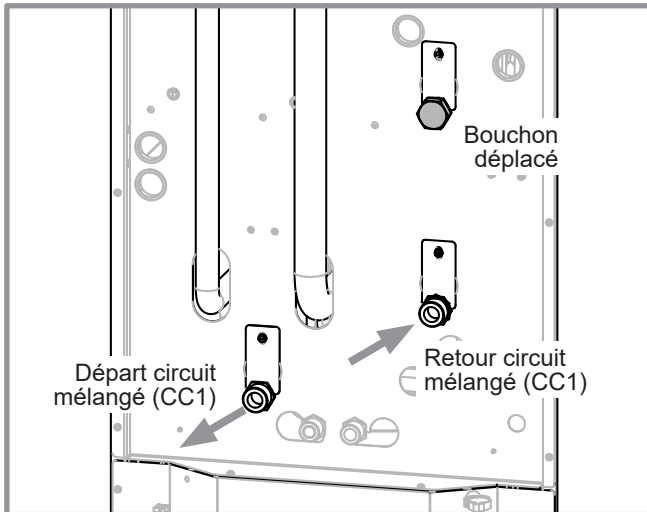

figure 4 - Configuration 1 seul circuit plancher chauffant
- Configuration 1 seul circuit plancher chauffant : Boucher le retour (CC2) en utilisant le bouchon monté d'usine sur le retour (CC1) (figure 4).